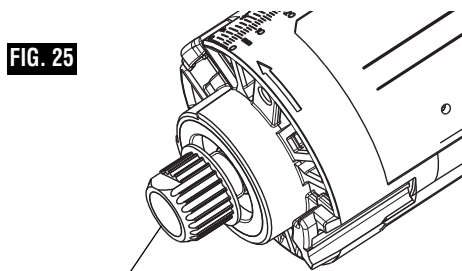

FIG. 25
1. Quite el portaherramienta del motor e instale la polea de accionamiento dentada utilizando la llave de tuerca para el portaherramienta. Asegúrese de que el engranaje de accionamiento esté completamente apretado sobre el husillo del motor. (Fig. 25)